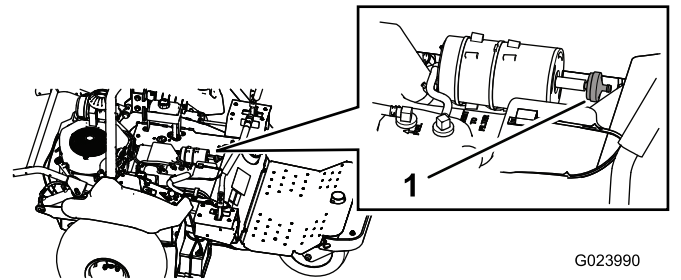

Bild 46
3. Entfernen Sie den Filter vom Aktivkohlefilter (Bild 46).